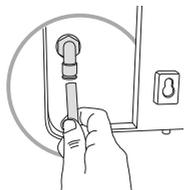

Figura 9
- 5- Encaixe a outra ponta da mangueira na entrada de água atrás do produto (Figura 9). Certifique-se de que a mangueira esteja completamente encaixada. Verifique a marcação indicativa na ponta da mangueira. Caso a mangueira tenha sido cortada, certifique-se do encaixe até 16 mm.